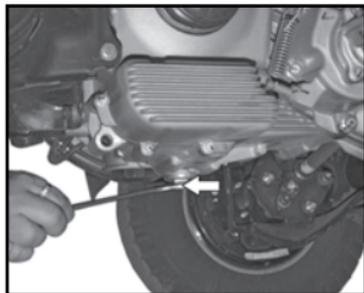

Fig. 25
- Retire el tapón de drenaje del carter y drene el aceite. (Consulte la **Fig. 25**)